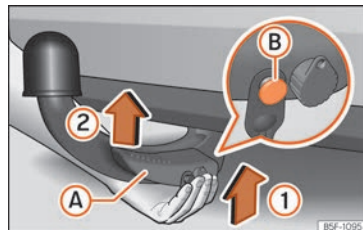

Abb. 267 Anbringen abnehmbaren Kugelkopf/Entriegelungsbolzen im entfalteten Zustand
- Den abnehmbaren Kugelkopf **von unten** »» **Abb. 267** halten und der Richtung von Pfeil »»
① folgend in die Hakenaufnahme einsetzen, bis er hörbar einrastet »» ⚠.